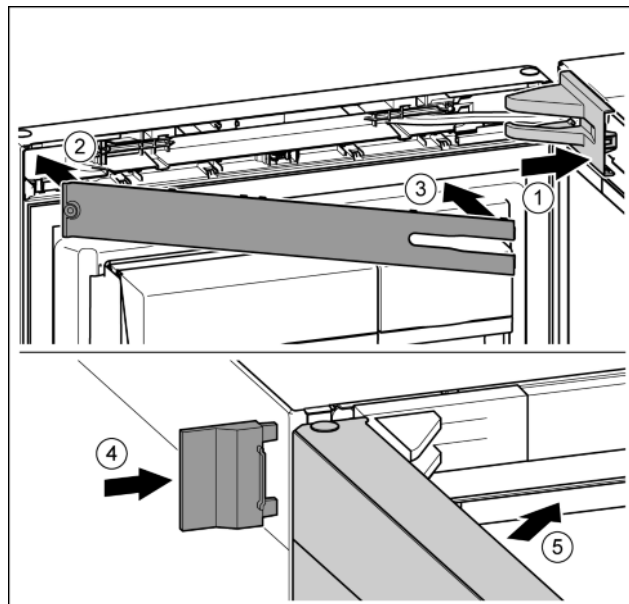

Fig. 50
- ▶ Крышку опорного кронштейна установить и зафиксировать, при необходимости, осторожно разжать. Fig. 50 (1)
- ▶ Установить накладку. Fig. 50 (2)
- ▶ Наклонить и защелкнуть накладку. Fig. 50 (3)
- ▶ Надвинуть внешнюю крышку. Fig. 50 (4)
- ▶ Закрыть верхнюю дверь. Fig. 50 (5)